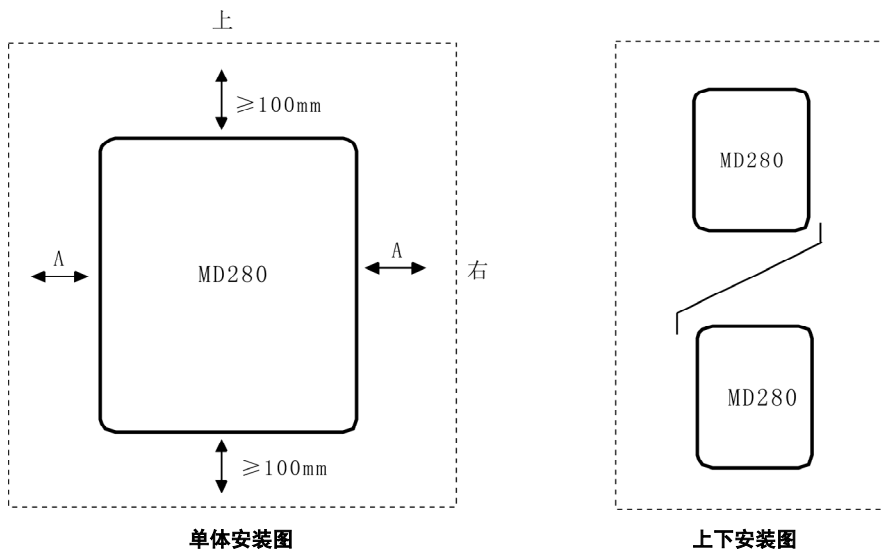

图 3-1 MD280 变频器安装示意图
1) 请垂直安装变频器，便于热量向上散发。但不能倒置。若柜内有较多变频器时，最好是并排安装。在需要上下安装的情况，请参考图3-1示意图，安装隔热导流板。
2) 安装空间遵照图3-1所示，保证变频器的散热空间。但布置时请考虑柜内其它器件的散热情况。